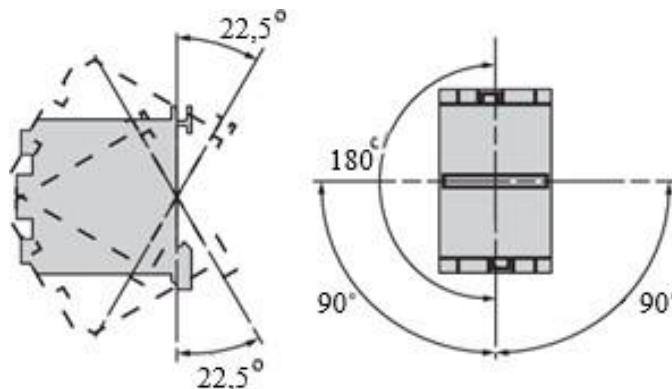

Рисунок 7. Рабочее положение контактора
- с отклонением относительно плоскости крепления в обе стороны до 22,5° и относительно центральной точки контактора вдоль плоскости крепления до 180° (Рисунок 7).